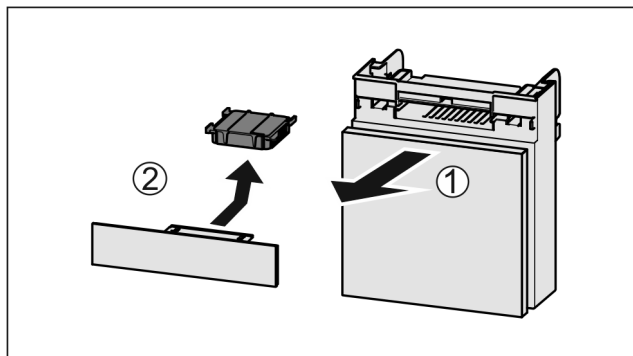

Fig. 189
- Pretinac izvucite Fig. 189 (1) prema naprijed.
- Izvadite filter s aktivnim ugljenom Fig. 189 (2).